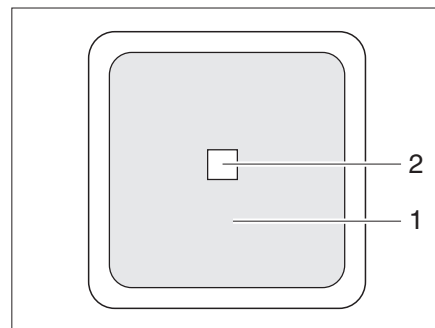

Bild 241 Extern brytare
- II "Remo." = Apparaten kan slås av och på med den externa brytaren (Bild 241,1).
Den externa brytaren för växelriktaren (Bild 241) befinner sig i fordonets inre eller i garaget. Brytaren är märkt med ordet "Växelriktare". LED (Bild 241,2) visar växelriktarens driftstillstånd.